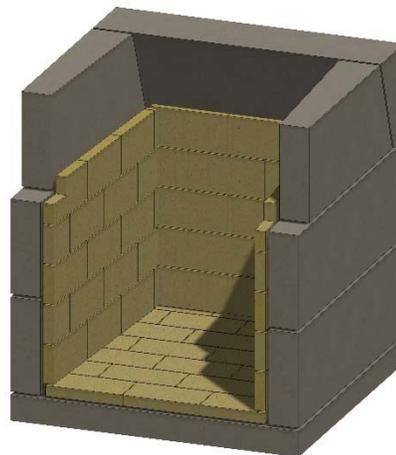

Figure 17. Brique réfractaire pour murs la-
J. Installez la brique réfractaire sur les murs latéraux, avec la brique posée sur le bord. La brique doit être posée sur environ 1/3 du mur latéral supérieur, et une encoche doit être pratiquée dans la brique avant de chaque côté, pour leur permettre de dégager la pièce de linteau avant (qui sera installée ultérieurement). Voir la figure 17.